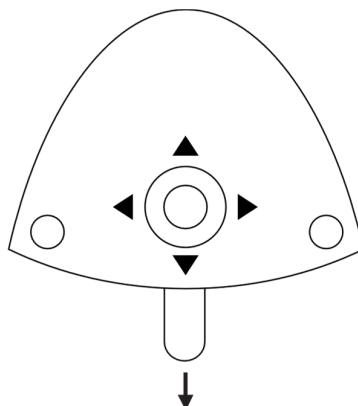

Abbildung 67 - Konfiguration mit dem Fußanlasser
2. Joystick ▲/▼ oder ↓ - Abbildung 67- drücken, bis zum gewünschten Parameter (siehe Tabelle 5).
3. Benutzen Sie ▲ / ▼ oder ↓ – siehe Abbildung 67 – um auf den zu ändernden Parameter zu blättern (siehe Tabelle 6)